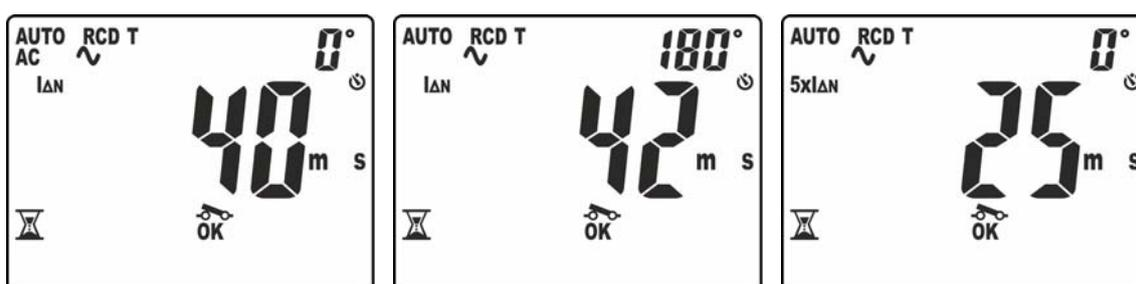

Fig. 32: Tempo de disparo no modo AUTO – Ecrã 1
10. O primeiro teste é aquele que é executado com corrente de teste $I_{\Delta n}$ e polaridade 0° . O resultado da medição parcial é apresentado no display com indicação “OK” ou “NÃO OK” (ver Fig. 32 – parte esquerda). O símbolo “” intermitente indica que se deve rearmar o RCD
11. O segundo teste é aquele que é executado com corrente de teste $I_{\Delta n}$ e polaridade 180° . O resultado da medição parcial é apresentado no display com indicação “OK” ou “NÃO OK” (ver Fig. 32 – parte central). O símbolo “” intermitente indica que se deve rearmar o RCD
12. O terceiro teste é aquele que é executado com corrente de teste $5xI_{\Delta n}$ e polaridade 0° . O resultado da medição parcial é apresentado no display com indicação “OK” ou “NÃO OK” (ver Fig. 32 – parte direita). O símbolo “” intermitente indica que se deve rearmar o RCD